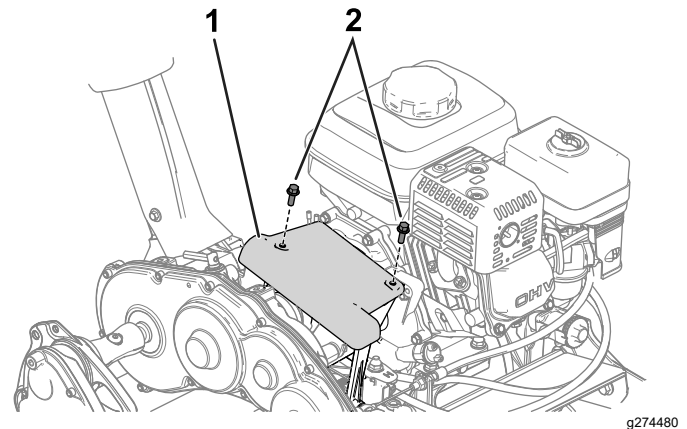

Bild 33
1. Durch Entfernen des Kupplungsdeckels (Bild 33) können Sie auf die Reibscheibe und die Druckplatte zugreifen.